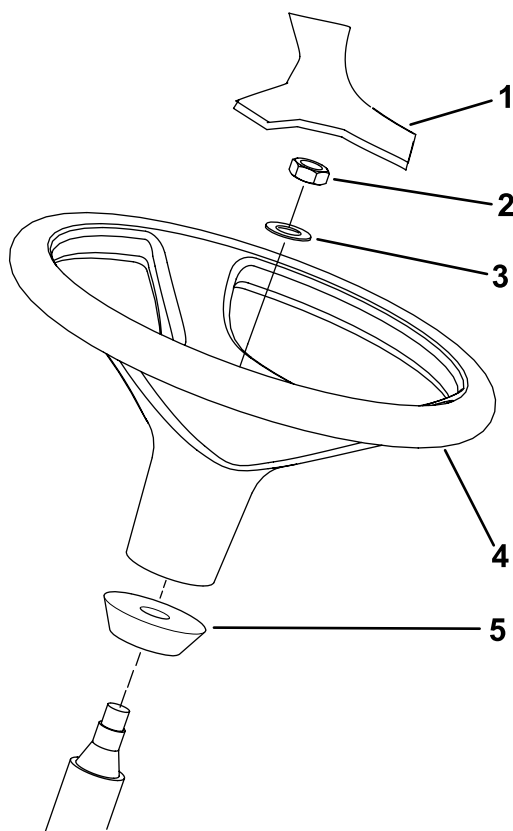

Figura 14
- 1. Retire el volante del calzo de transporte (Figura 14).
Nota: Asegúrese de que el collar de espuma permanece en el eje de dirección (Figura 14).
3. Deslice el volante y la arandela sobre la columna de dirección (Figura 14).
5. Monte la tapa en el volante (Figura 14).